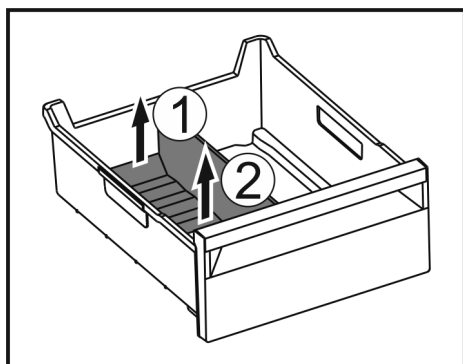

Fig. 99
- ▶ Lyft upp frysacksdelarens bakre del. Fig. 99 (1)
- ▶ Ta ut frysacksdelaren uppåt. Fig. 99 (2)